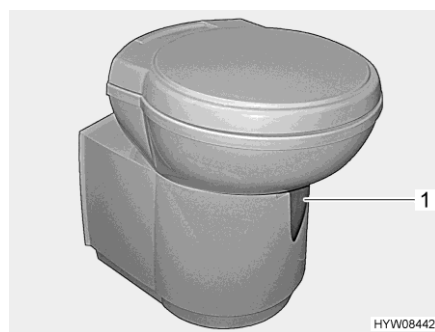

Fig. 108 Tazza del WC Thetford (orientabile)
- Prima di tirare l'acqua, aprire il cursore della toilette Thetford. A tal fine girare la leva del cursore (Fig. 108,1) in senso antiorario.